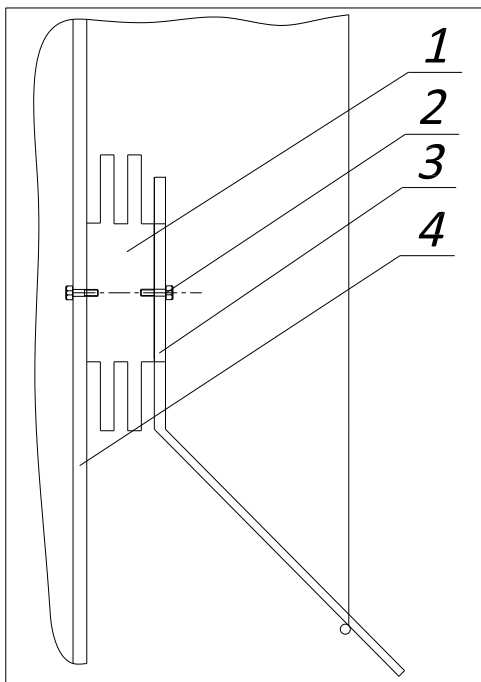
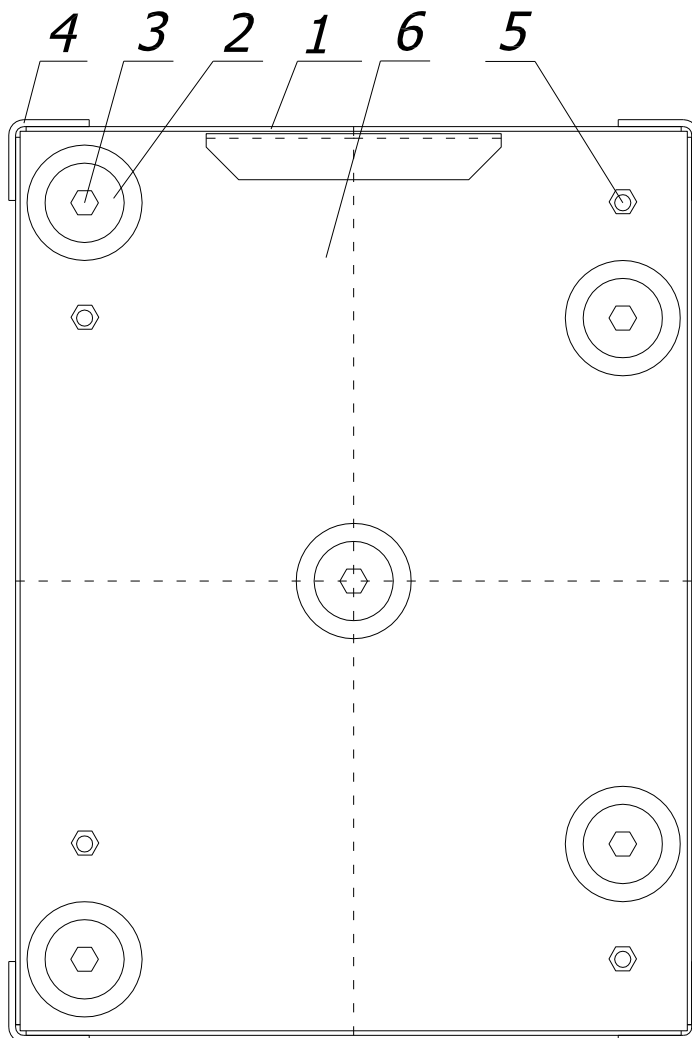

Рис. 6. Изолятор ионизатора:
Рис. 7. Осадитель:
- c. Открутить винт крепления (Рис. 6, поз.2) изолятора (Рис. 6, поз.1) и гребенки коронирующих электродов (Рис. 6, поз.3);
- d. Открутить винт крепления изолятора к корпусу ионизатора (Рис. 6, поз.4)
- c. Открутить гайки крепления (Рис. 7, поз.3) изолятора (Рис. 7, поз.2) и гайки крепления пластин (Рис. 7, поз.5);
- d. Открутить винты крепления уголка каркаса (Рис. 7, поз.4) к корпусу ионизатора (Рис. 6, поз.4)
- e. Снять торцевую площадку (Рис. 7, поз.6) вместе и изоляторами (Рис. 7, поз.2);